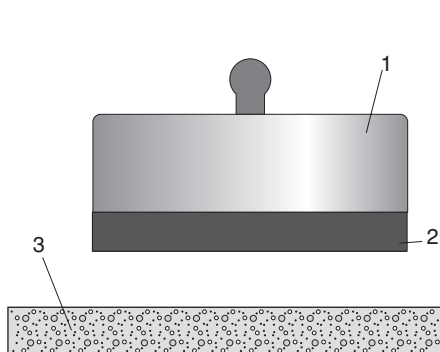

Рис.1 Отрыв по контактному слою (адгезия)
- 3.2. Через 24 часа, используя прибор DINA Z15, к металлическому диску прилагают нагрузку до момента отрыва. При этом возможны 4 варианта отрыва (рис. 1–4). При отрыве «по эпоксидному клею» испытания не засчитываются (рис. 2).